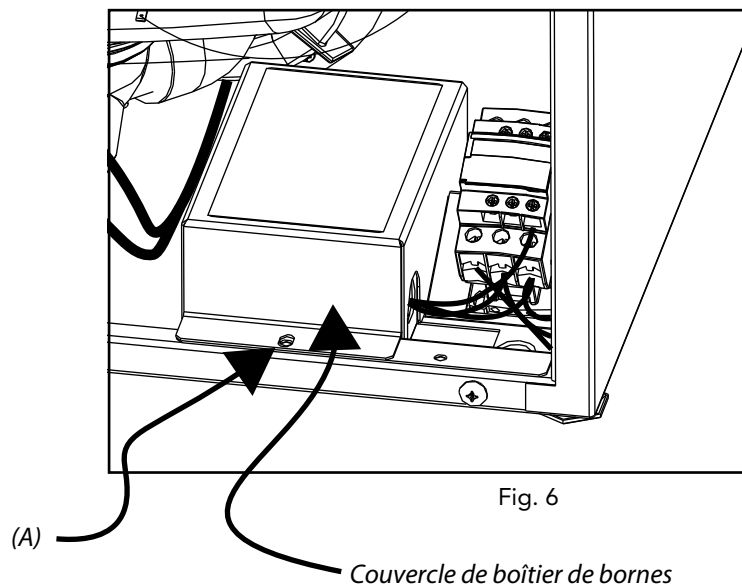

Fig. 6
2. Retirez la fixation (A) du boîtier de bornes (Fig. 6).